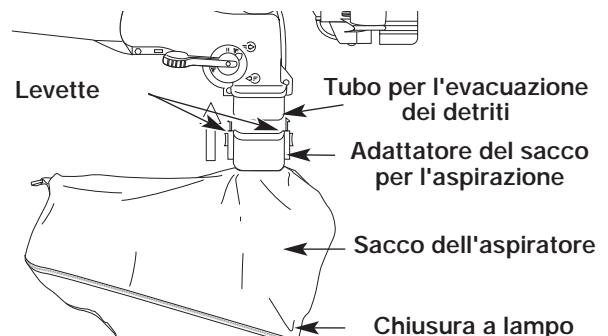

Fig. 4
2. Far scorrere l'adattatore del sacco per l'aspirazione sul tubo per l'evacuazione dei detriti del carter. Spingere l'adattatore in modo tale che le levette poste ai due lati si fissino al sacco sull'apparecchio (Fig. 4).